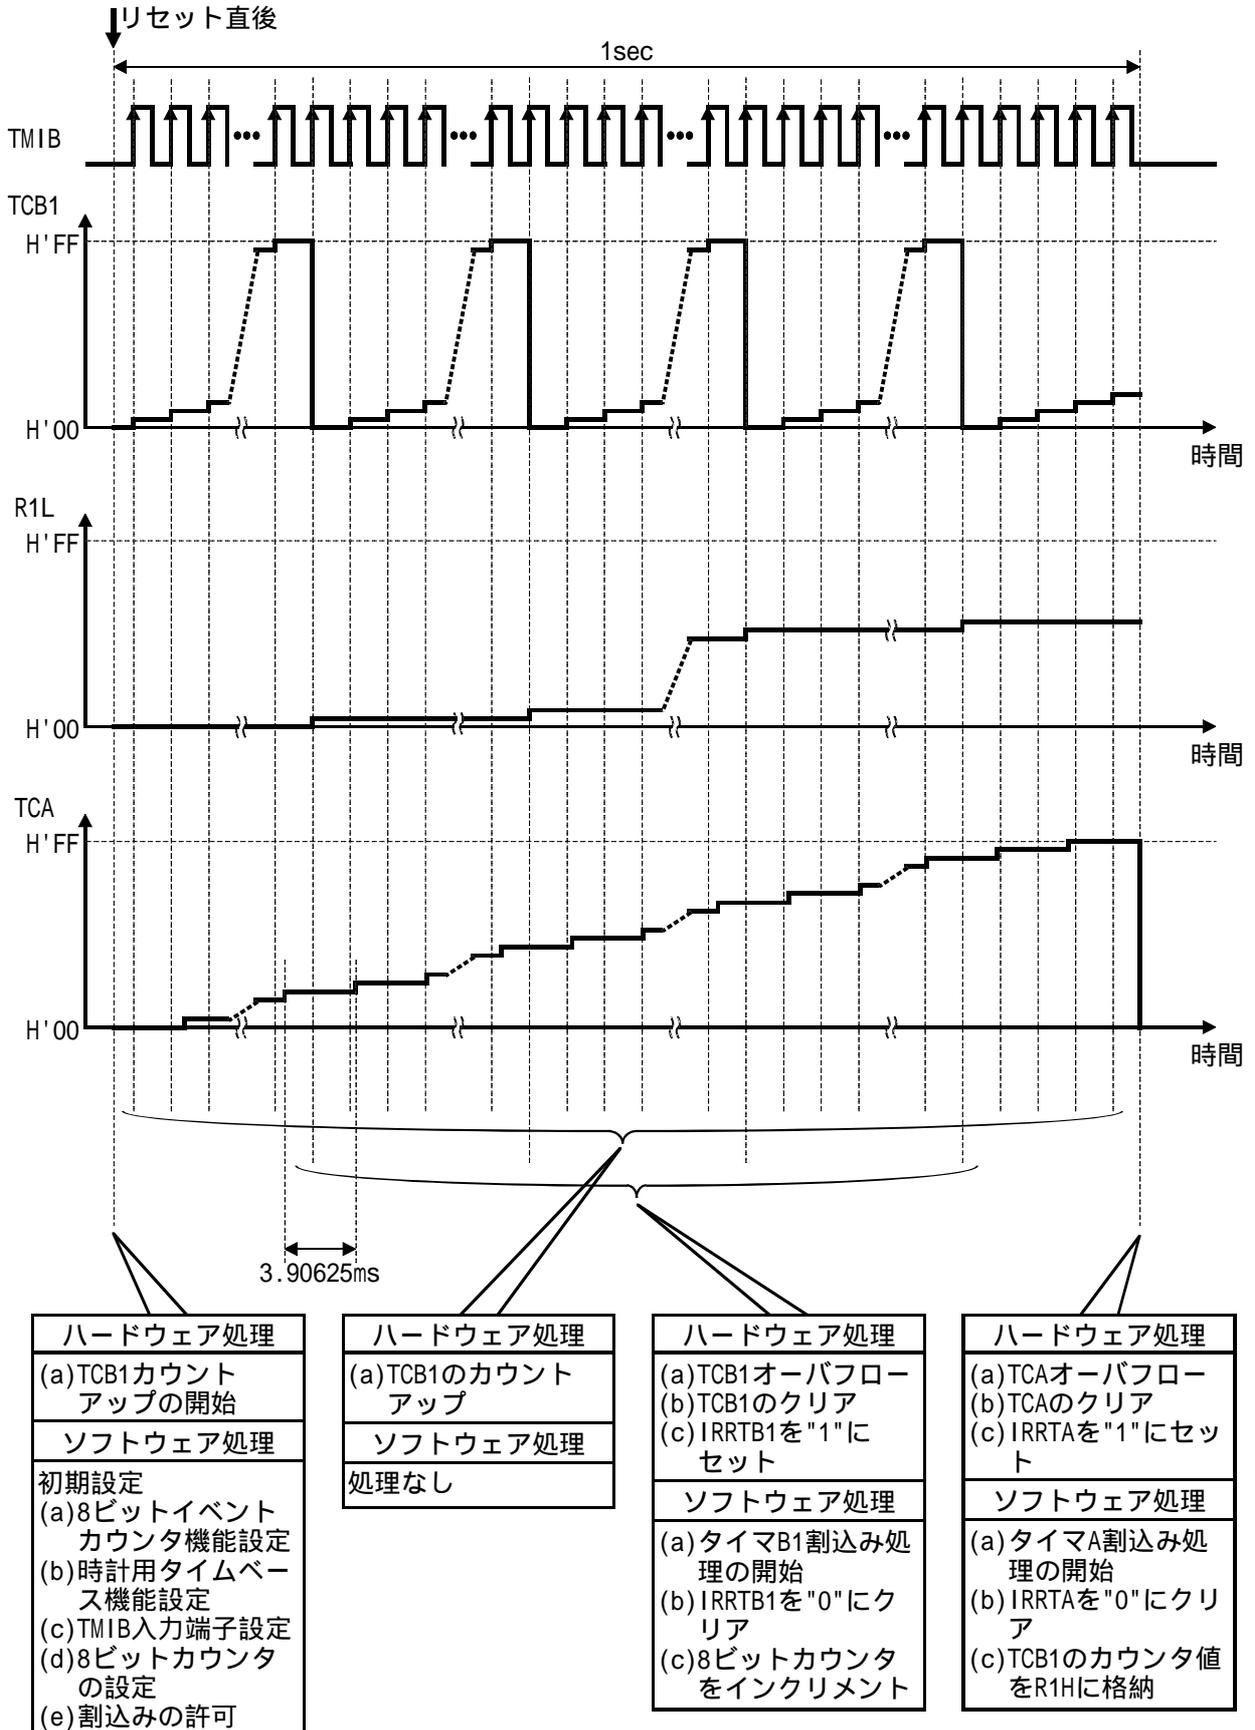

図2 タイマB1イベントカウンタ機能による周波数測定の動作原理
(1) 図2に動作原理を示します。図2に示すようなハードウェア処理、およびソフトウェア処理によりタイマB1イベントカウンタ機能によるパルスの周波数測定を行ないます。